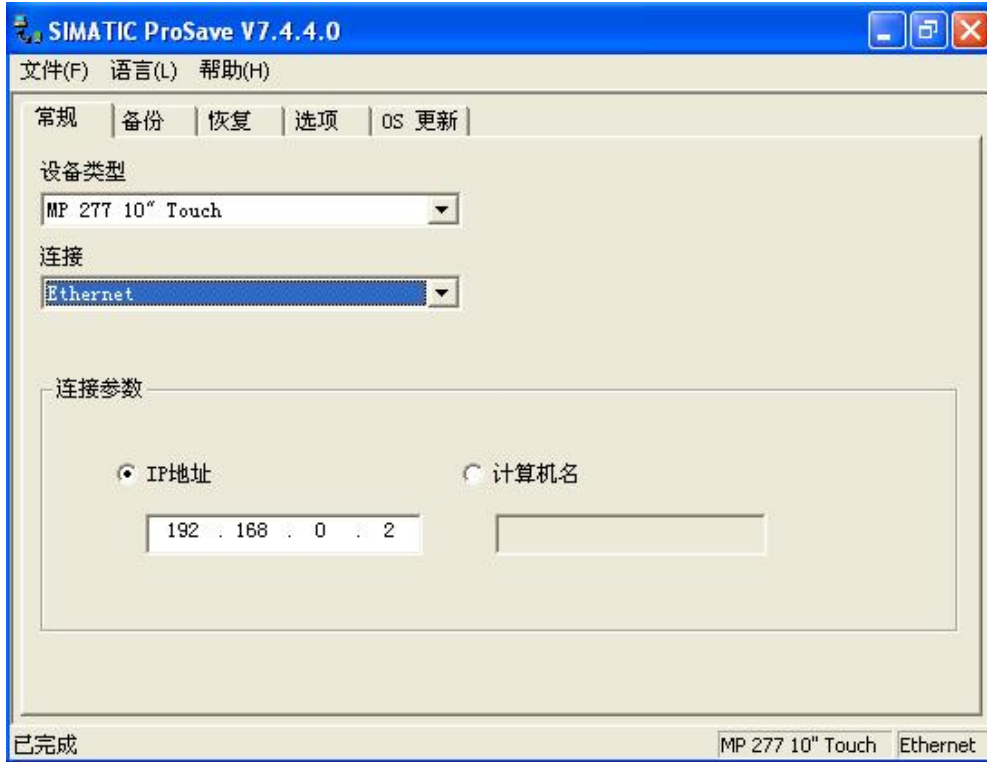

图3 设定传送通道
4. 如图 3 所示选择设备类型为 “ MP 277 10" Touch”，连接为“Ethernet”，填入 IP 地址：192.168.0.2。